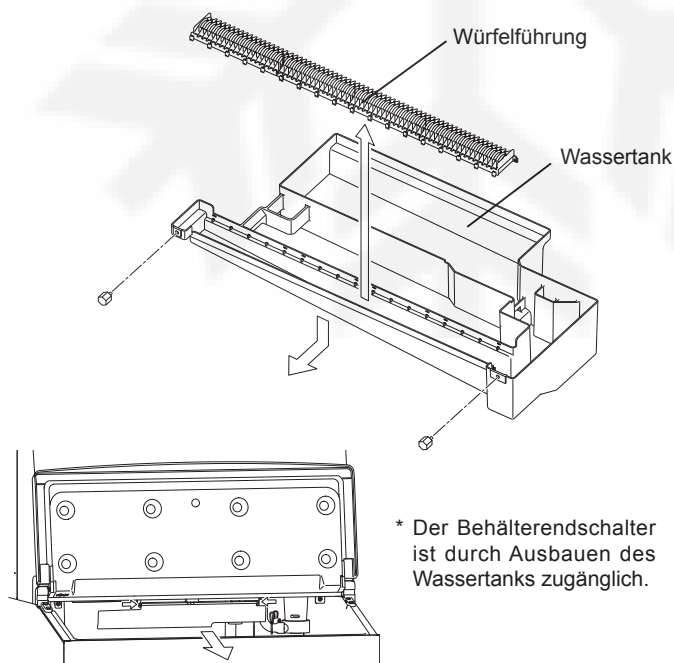

Abb. 7
- 15) Die Würfelführungen (Anzahl abhängig vom Modell) nach oben ziehen und vom Wassertank abnehmen. Die Führungen sind eingeschnappt. Siehe Abb. 7.